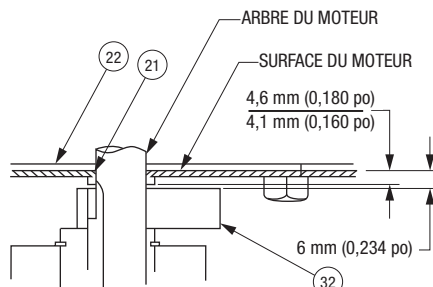

Figure A1 8
Lors du remontage du moteur, consulter la figure A1 pour la dimension de la portée du joint de surface. Consulter aussi cette figure pour régler la position verticale du contrepoids (32).